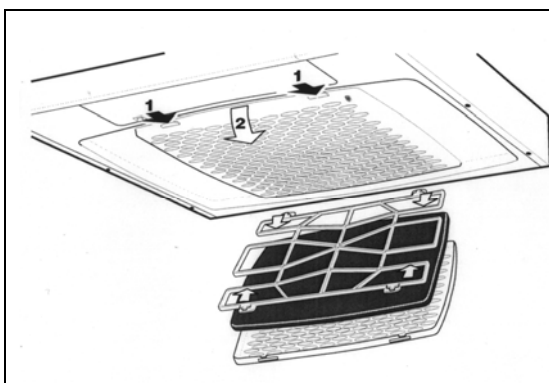

Fig. 11
- Filterkassetten lossas genom att trycka in "snäpplåsen" i framkant (**fig. 11**). Själva filterduken frigörs, genom att lossa filterhållaren. Blötlägg filtret och filterhållaren i varmt vatten med rengöringsmedel. Filterkassetten kan också rengöras i tvättmaskin.